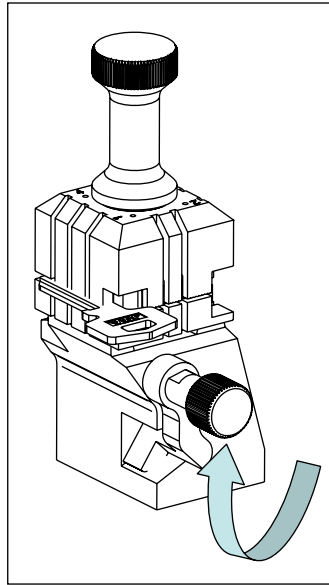

FIG. 14
1. *Tope cuello(C):* Es el más común. El tope de la llave se realiza mediante tope mecánico de la mordaza. (Fig.14)